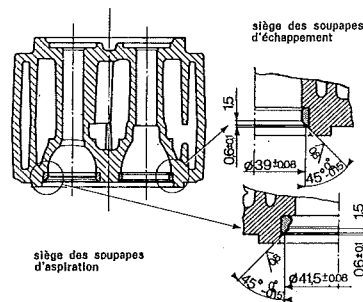

Fig. 6 - Sièges de soupapes montés sur la culasse.
- Fraiser les sièges en respectant les cotes indiquées dans la fig. 6.
Ces opérations peuvent être faites seulement sur les moteurs indiqués dans le tableau page 16. Les culasses équipées de sièges rapportés devront avoir les dimensions indiquées sur la fig. 6.